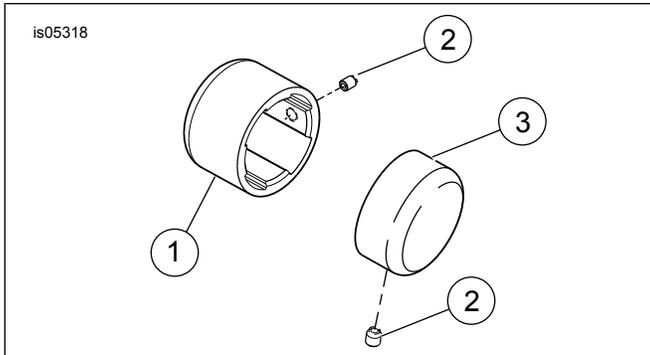
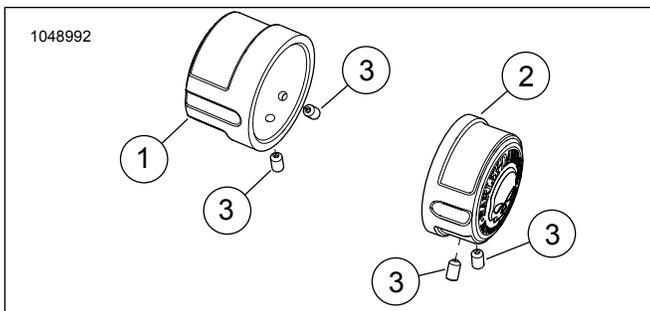
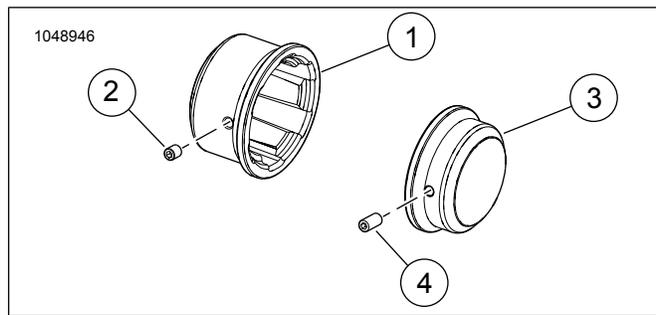

Figura 1. Peças de reposição: Kit da tampa da porca do eixo traseiro
Figura 2. Peças de reposição: Kit da tampa da porca do eixo traseiro Skull
Figura 3. Peças de reposição: Kit da tampa da porca do eixo traseiro Brass
Veja Figura 1 e Tabela 1, Figura 2 e Tabela 2, Figura 3 e Tabela 3, Figura 4 e Tabela 4, Figura 5 e Tabela 5, Figura 6 e Tabela 6
- As tampas das porcas da **versão da caveira** têm dois parafusos de fixação por tampa. Posicione o logotipo e aperte um parafuso de fixação para fixá-lo no local adequado e o outro para impedir a rotação. Veja Figura 2.
- As capas de porca da **versão de latão** usam um parafuso sem cabeça curto na tampa de porca do eixo maior. Use um parafuso sem cabeça mais longo na tampa de porca do eixo mais curto. Veja Figura 3.